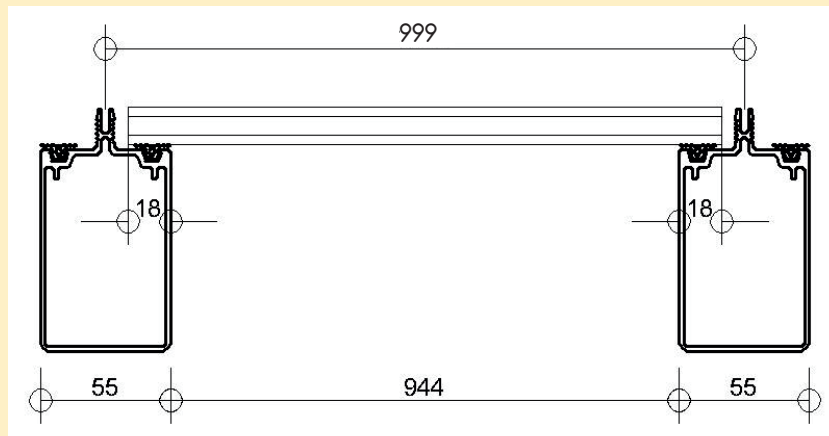

Abb. 21
- 4.1 Messen Sie an dem Wandprofil (m) zwischen den Trägern (ρ) 944 mm. Siehe Abb. 21
- 4.2 Messen Sie an der Rinne (l) zwischen den Trägern (ρ) 944 mm Siehe Abb. 21